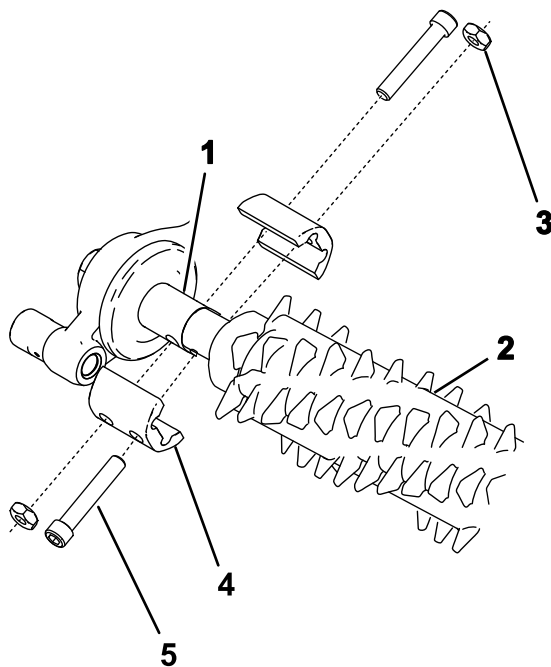

Figura 23
2. Allineate il groomer con la scatola della trasmissione del groomer e il gruppo tendicinghia (Figura 23).
3. Fissate il groomer alla macchina come illustrato nella Figura 23 e serrate adeguatamente i bulloni.